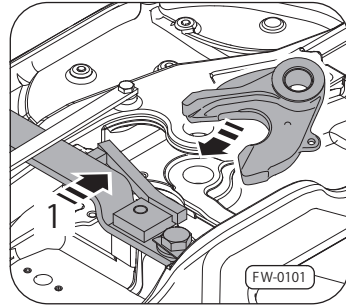

図25 ロック部品の挿入
1. 目に見える損傷があるか図25の矢印1のロッキング・バーをチェックし、必要があれば交換して下さい。
3. 新しいカプラー・ジョーを挿入し、固定して下さい。図25参照